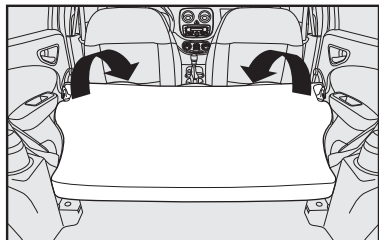

fig. 93
4) Rebater para a frente o encosto, passando os cintos pelos lados, até que este se apoie sobre o assento traseiro **fig. 93**.